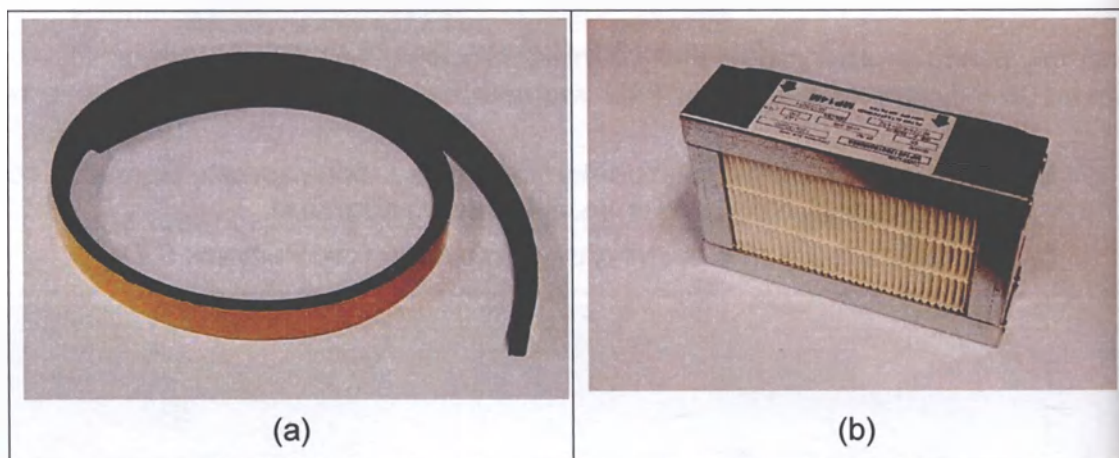

Рисунок 8.9 Комплект для замены HEPA-фильтра
5. Взять комплект для замены HEPA-фильтра, который предоставляется компанией «КОПАН» и состоит из самоклеящейся прокладки (а) и HEPA-фильтра (b) (см. Рисунок 8.9).